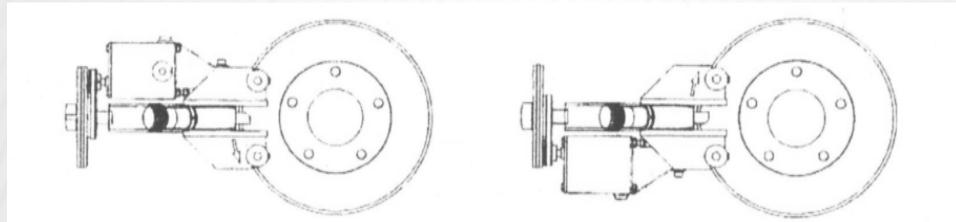

Рисунок 24
2. При необходимости разверните блок проточки CL-801 на 180 градусов, таким образом, что приводной блок окажется снизу (рис. 24).